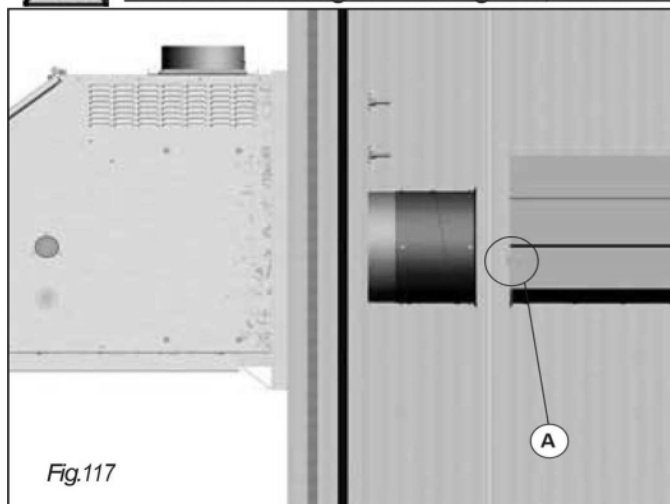

Fig.117
Faire très attention pendant la mise en place du premier module radiant en s'assurant que l'ergot mâle (A), soit tourné du côté du générateur fig. 117, 118 et 119.